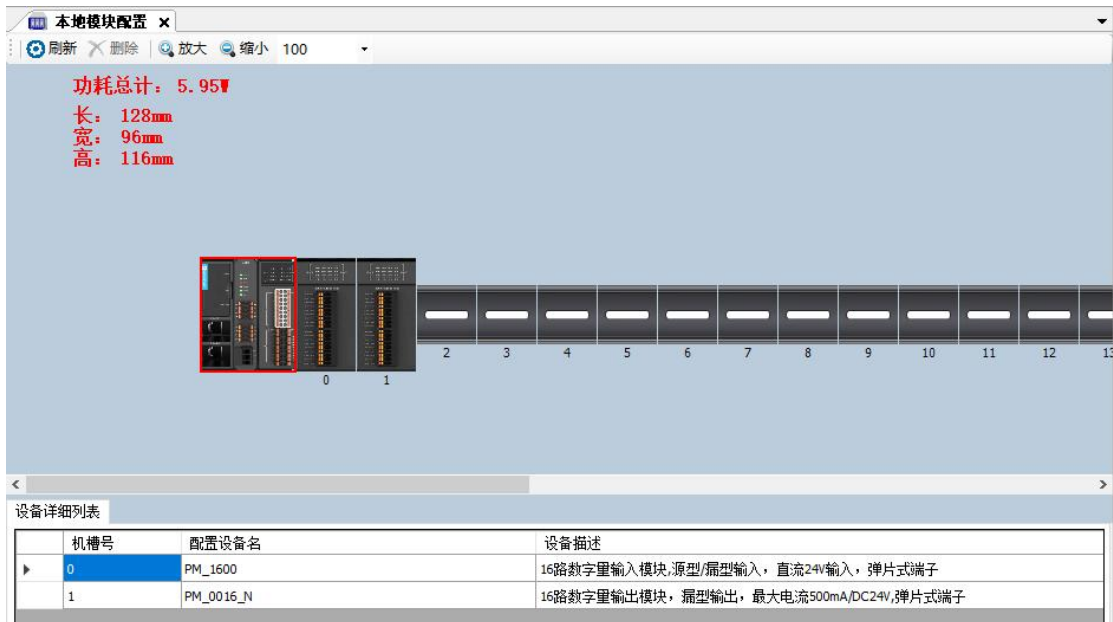
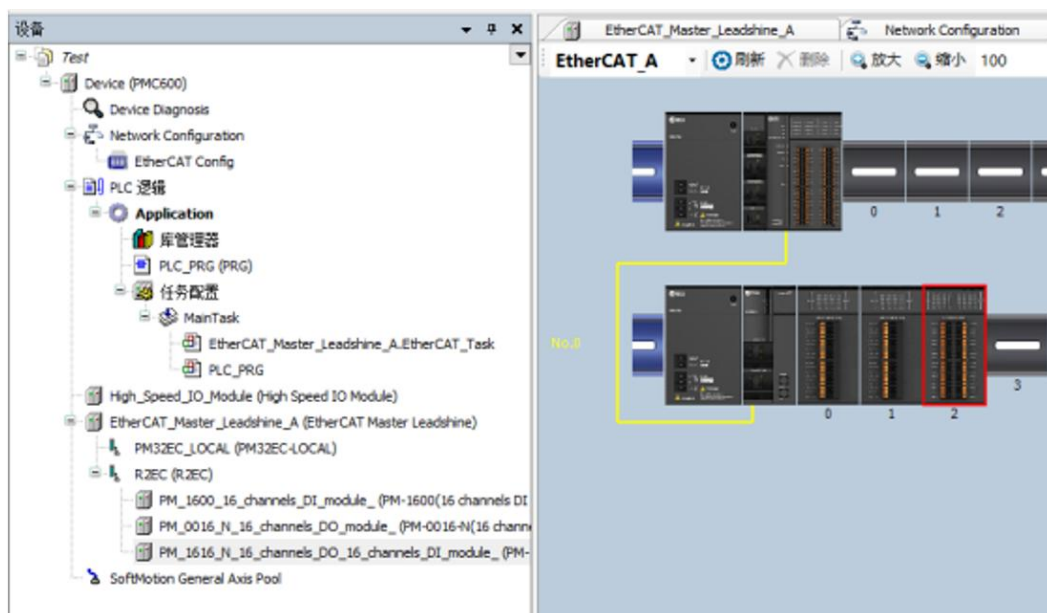

图 11.10 PLC 本体模块添加
图 11.11 完成添加模块
- 1) 添加所需要的模块，可参考 11.2 节，PLC 本体添加或通过 R2EC 耦合器添加模块均可，添加完成后如图 11.10 或图 11.11 所示；